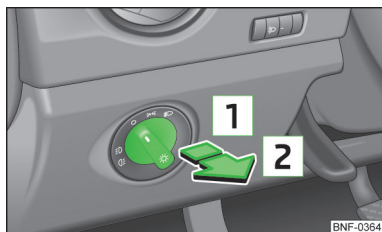

Fig. 25
- Rotiți comutatorul de lumini » fig. 25 mai întâi în poziția »« sau .
- Rotiți comutatorul de lumini » fig. 25 la pagina 32 mai întâi în poziția »« sau .
- Rotiți comutatorul de lumini » fig. 25 la pagina 32 în poziția »« și încuiați autovehiculul.